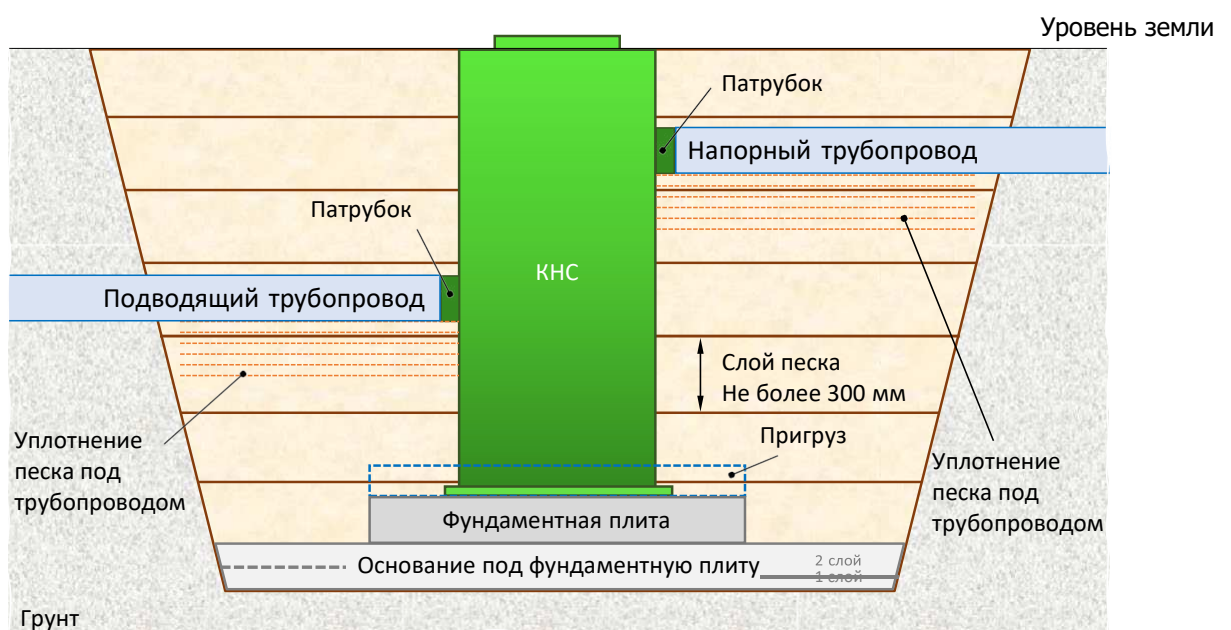

Рис. 9. Обратная засыпка и трамбовка
**ВНИМАНИЕ!** Перед присоединением трубопроводов (подводящего и напорного) проконтролировать плотность песка, по которому будет уложен трубопровод (рис. 9).